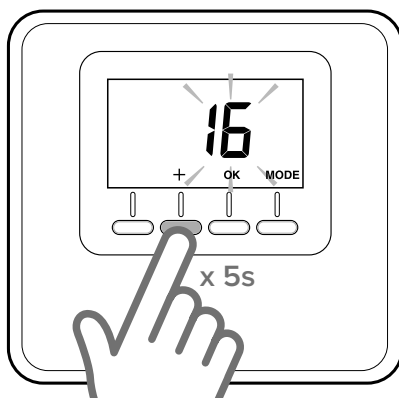

Fig. 14
- Apăsăți timp de 5 secunde tasta “+” de pe senzorul de mediu (Fig. 14). Ecranul arată, alternativ, versiunea de software și numărul modificării.